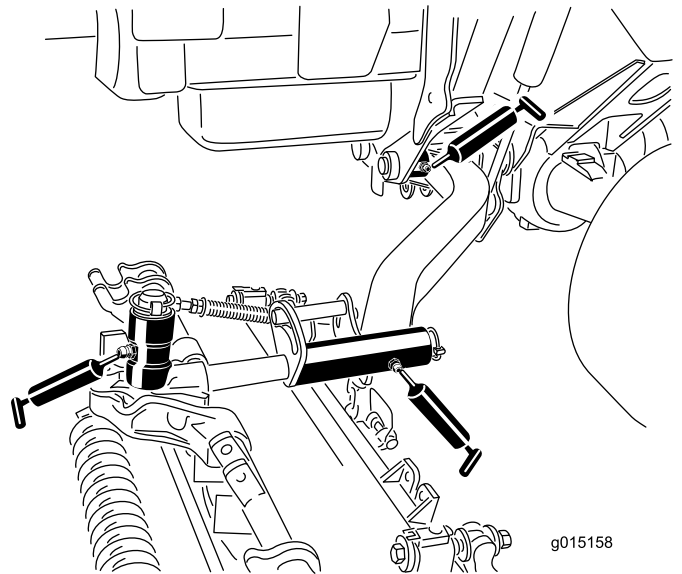

Figura 73
- Boccole girevoli (1 per piatto di taglio) del braccio di sollevamento (Figura 73).
- Telaio portante dell'apparato di taglio (2 per apparato) (Figura 73)
- Perno del braccio dell'apparato di taglio (1 per apparato) (Figura 73)